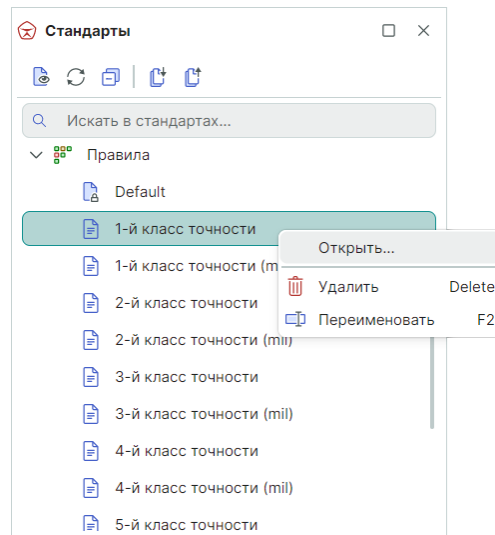

Рис. 122 Вызов редактора правил
2. Вызовите контекстное меню и выберите команду «Открыть...» или дважды кликните по выбранному шаблону, см. Рис. 122.